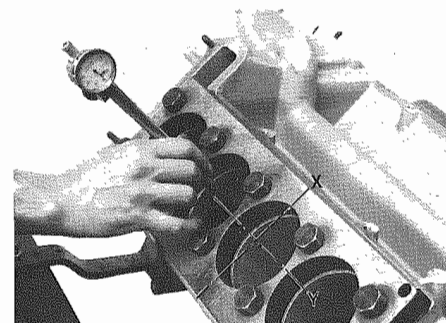

Fig. 103 - Falsa testa n. 52
- Montare la guarnizione testa usata e la falsa testa n. 52 (**Fig. 103**); serrare i bulloni alla coppia prescritta (vedi pag. 1-7).
- Fit the used gasket and the dummy head No. 52 (**Fig. 103**); lock bolts and tighten at the prescribed torque (see page 1-7).